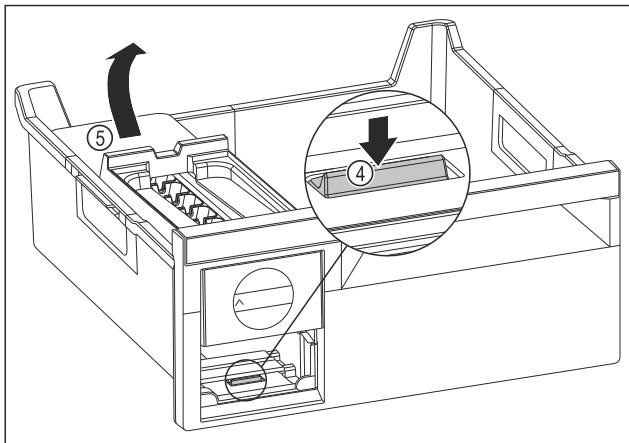

Fig. 104
- EasyTwist-Ice-Körper entnehmen: Lasche Fig. 104 (4) mit Finger nach unten drücken und gleichzeitig mit der anderen Hand den EasyTwist-Ice-Körper Fig. 104 (5) von hinten anheben.